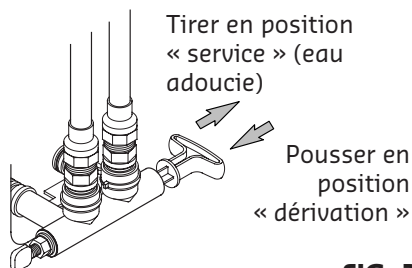

FIG. 3
- b.** Mettre le by-pass en position **dérivation** (Cf. Figure 3).